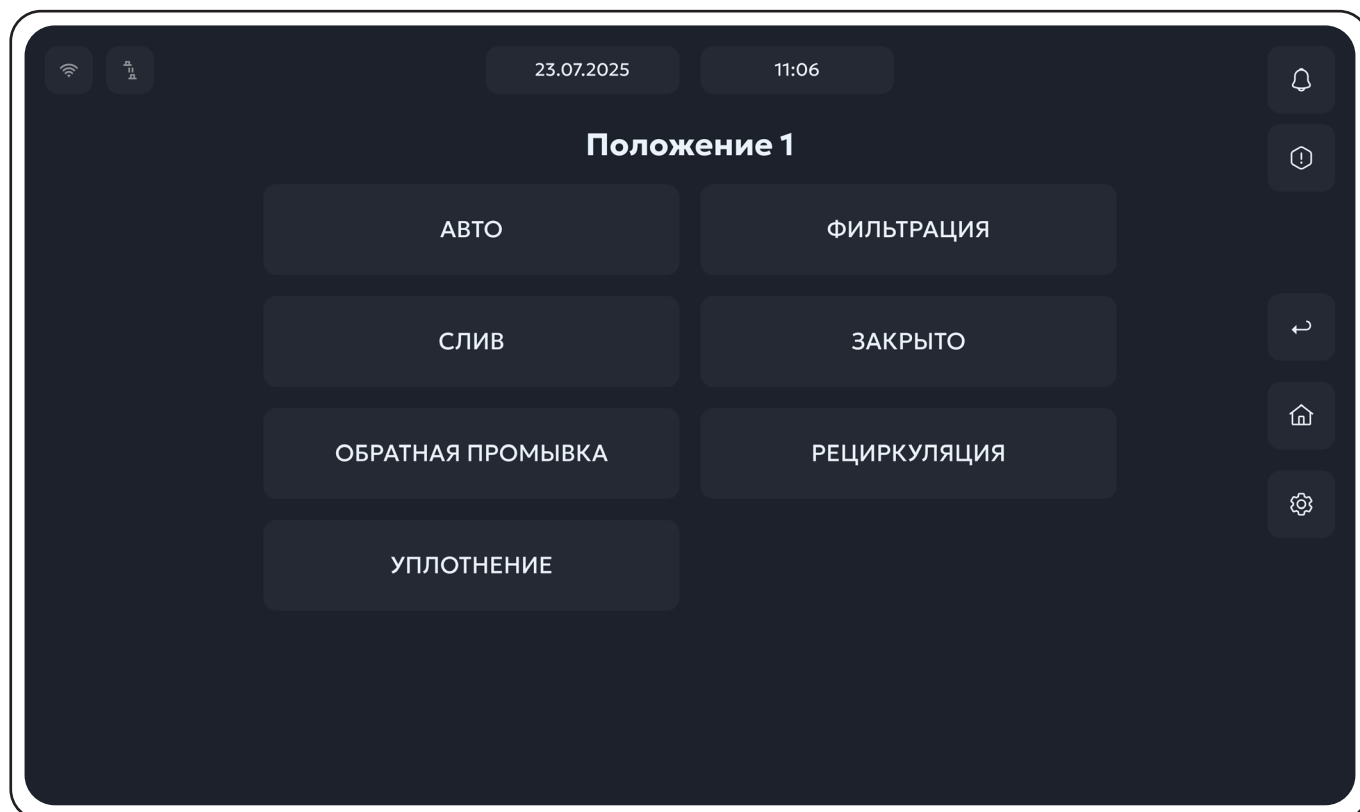

Рисунок 53. Меню смены положения шестипозиционного клапана.
1. В интересующем пункте **Положение 1** или **Положение 2** (например, **Положение 1**) нажать кнопку **"Редактировать"**, откроется меню смены положения (рис.53);